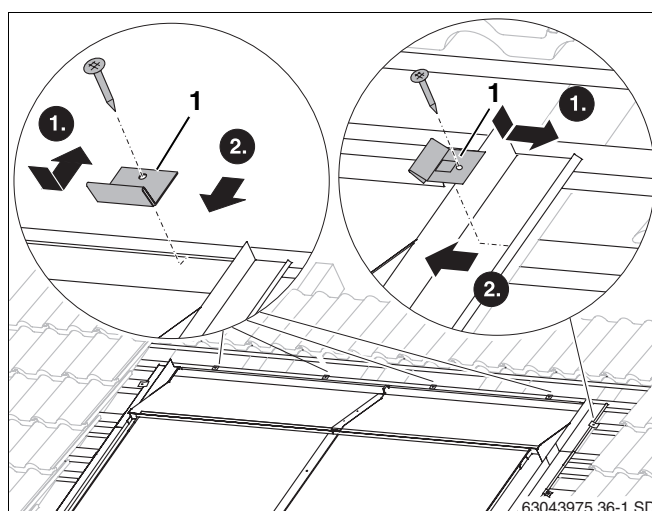

Fig. 59 Fixar as chapas de cobertura superiores com grampos de fixação
- ▶ Colocar o grampo de fixação (fig. 59, **item 1**) no bordo da chapa de cobertura.